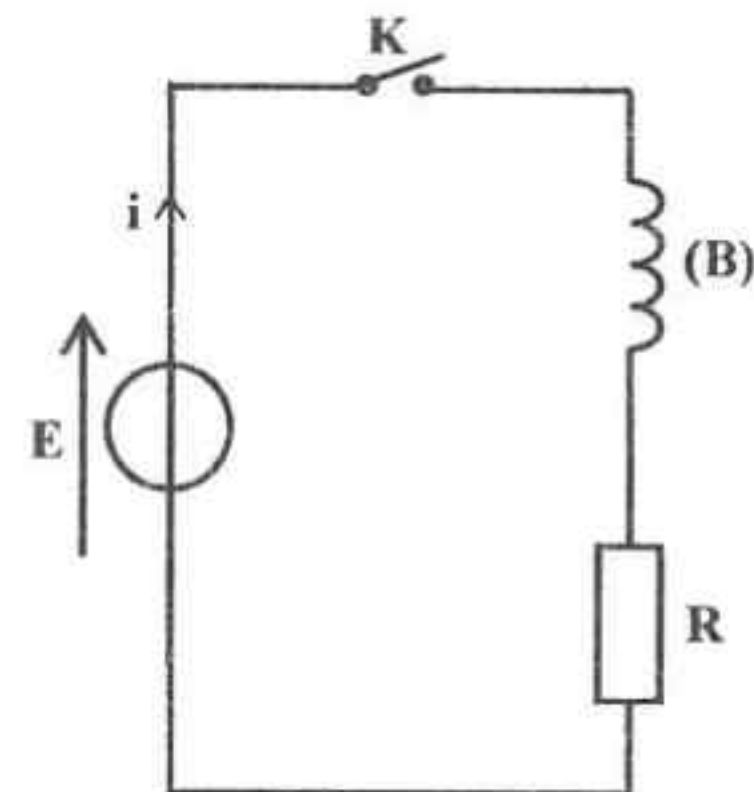

figure 2
Dans le cadre de la réalisation d'un projet scientifique, un enseignant encadrant dans un club scientifique demande à un groupe d'élèves de déterminer expérimentalement les valeurs de l'inductance L et de la résistance r d'une bobine (B) démontée d'un poste récepteur radio. Pour ce faire, les élèves réalisent le circuit électrique représenté sur la **figure 2**.